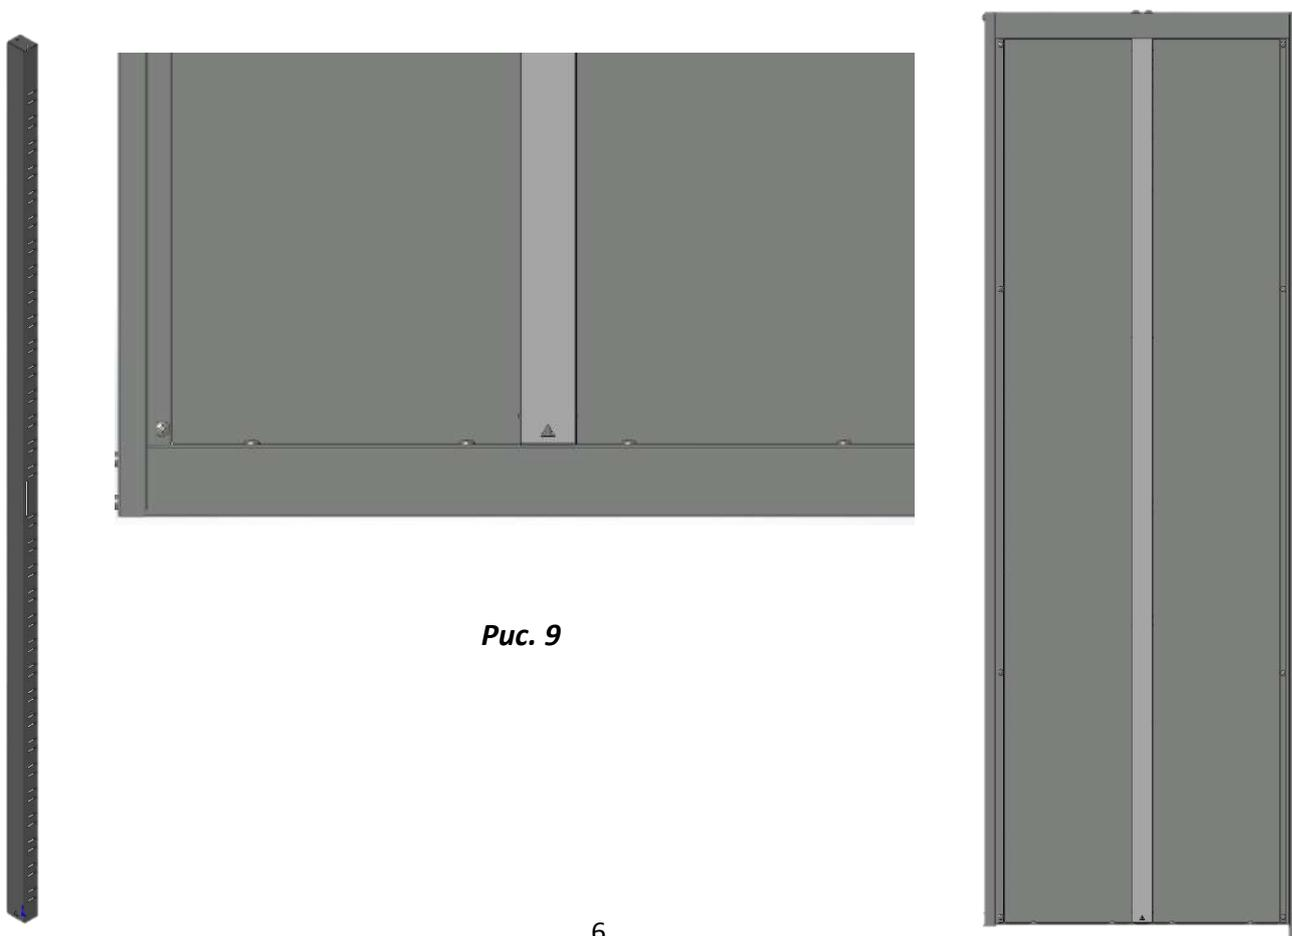

Рис. 9
4.6 Подготовить переднюю центральную стойку, после чего, закрепить детали при помощи саморезов 5.5x19. При монтаже обратить на отметку «треугольник» на передней центральной стойке – отметка обозначает низ детали при монтаже (рис. 9).